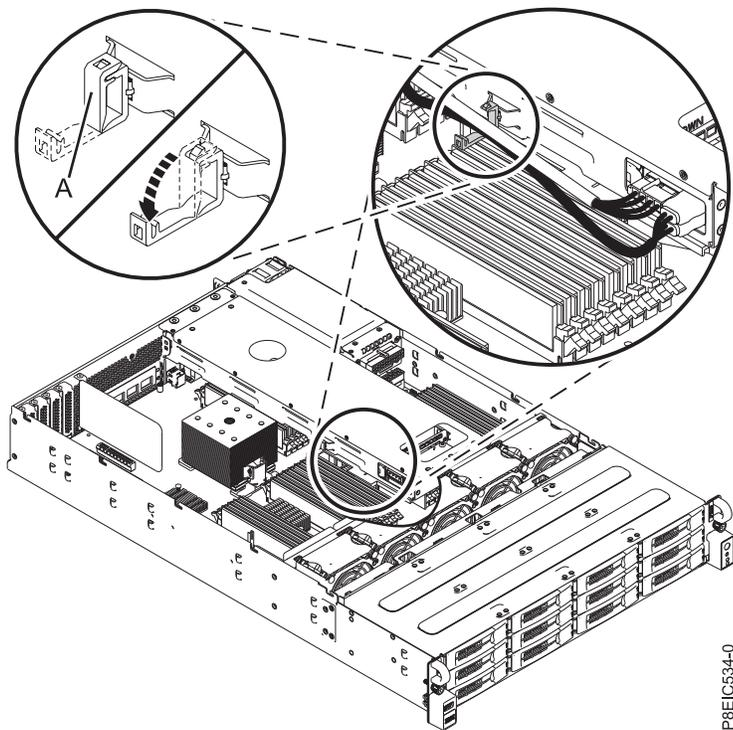

Figura 17. Removendo os cabos do clipe do cabo
3. Remova o cabo de energia e o cabo de sinal da unidade do clipe do cabo (A) no lado do conjunto da bandeja de unidade traseira, conforme mostrado na Figura 17 na página 18.